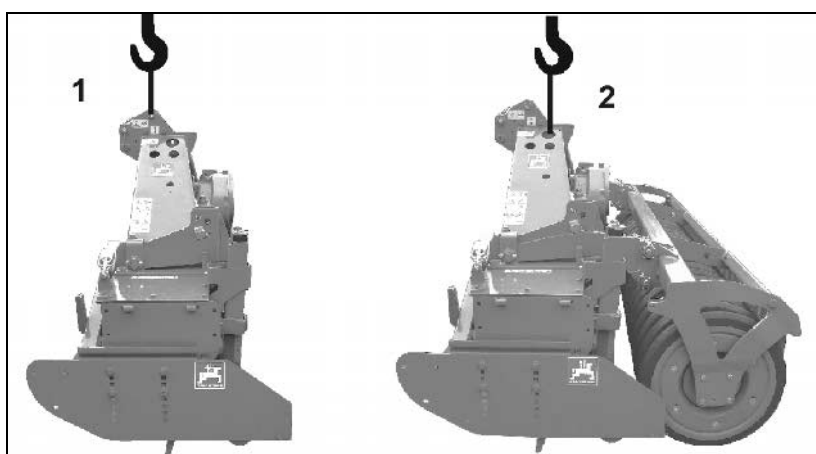

Fig. 4
- **KX uden valse** skal ved pålæsning, som vist i Fig. 4/1, ihænges i en krankrog.
- **KX med valse** skal ved pålæsning, som vist i Fig. 4/2, ihænges i en krankrog.